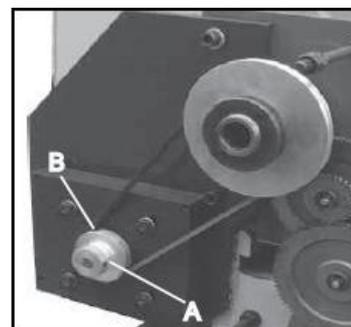

Рис. 20
2. Для выбора А или В в соответствии с требованиями пользователя, А – низкая скорость, В – высокая скорость. (Рис. 20)